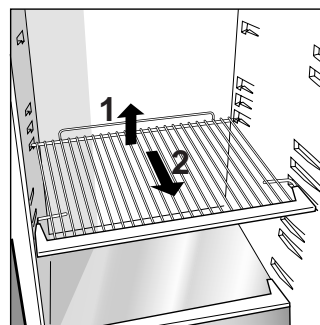

Fig. 1
- Kjøleskapet er utstyrt med praktiske uttrekkbare riller (Fig. 1) som er regulerbare i høyden ved hjelp av passende skinner. Slik oppnåes rom til oppbevaring av store beholdere eller matvarer som tar stor plass.